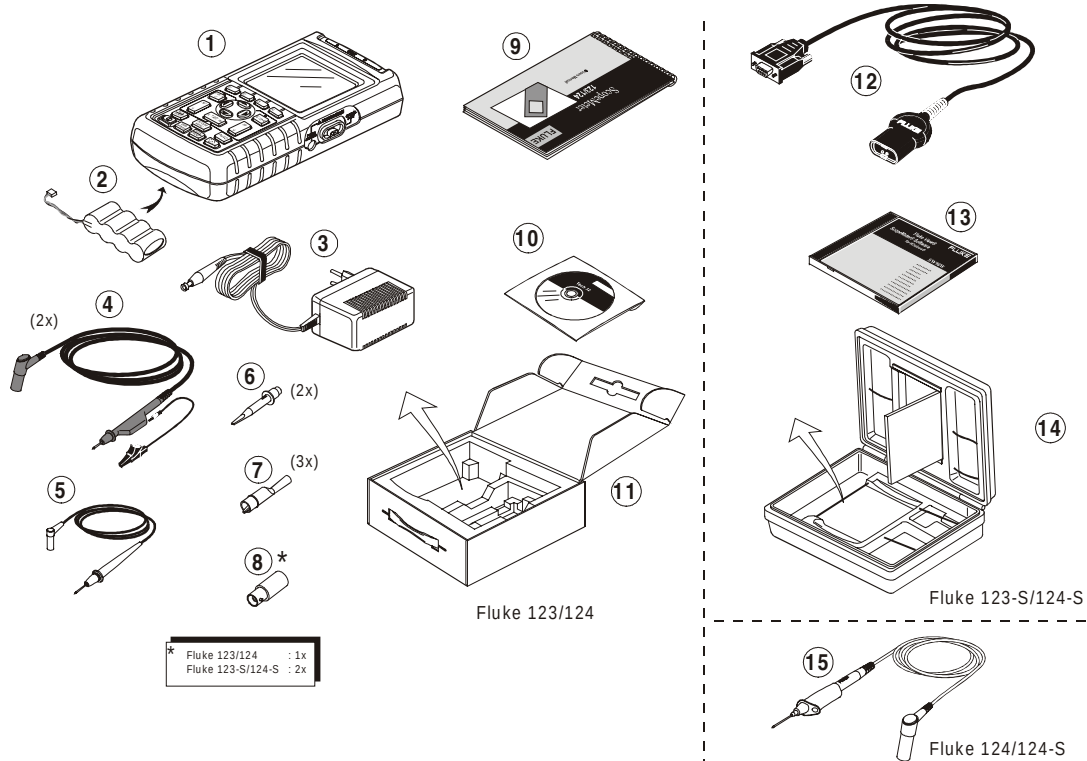

図 1. ScopeMeter テスト・ツール・キット
(図 1 参照)
- アースとの電位差が **42 V ピーク (30 Vrms)** を超える場合には、アース端子 (図 1 の項目 5) を接続しないでください。